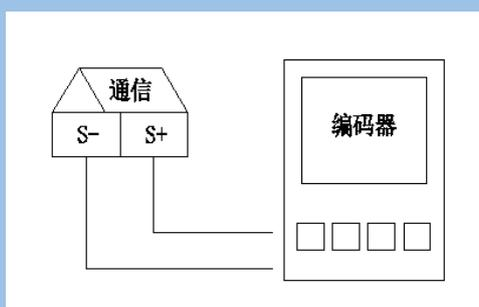

图 2：编址示意图
(1) 首先必须用编码器编制传感器的总线地址，通过总线连接编码器进行编址（如图 2 所示）。